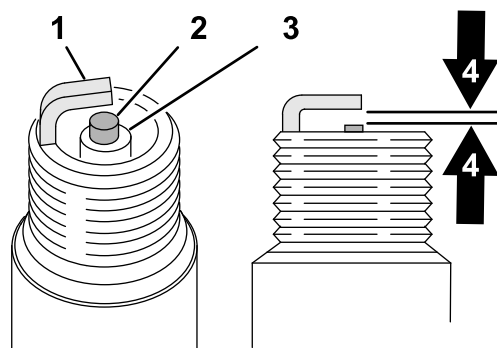

Figure 36
5. Examinez le centre des bougies (Figure 36). Si l'isolateur est recouvert d'un léger dépôt gris ou brun, le moteur fonctionne correctement. S'il est recouvert d'un dépôt noir, cela signifie généralement que le filtre à air est encrassé.
6. Mesurez l'écartement entre électrodes centrale et latérale (Figure 36). L'écartement doit être de 0,76 mm.